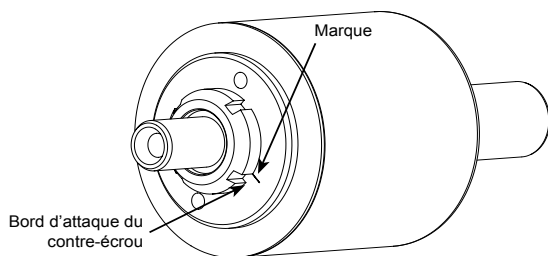

FIGURE 16
- Glisser l'aimant intérieur sur l'arbre et engager l'axe de l'aimant dans le trou de la rondelle de butée. Installer le contre-écrou, bord biseauté vers l'extérieur. Serrer le contre-écrou au couple indiqué dans le **tableau 6**. Faire une marque sur le bord de fuite de la rainure du contre-écrou. **Voir la figure 16**. Dévisser le contre-écrou jusqu'à ce que le bord d'attaque de cette même rainure soit aligné avec la marque. Ceci définit le jeu correct pour les rondelles de butée.